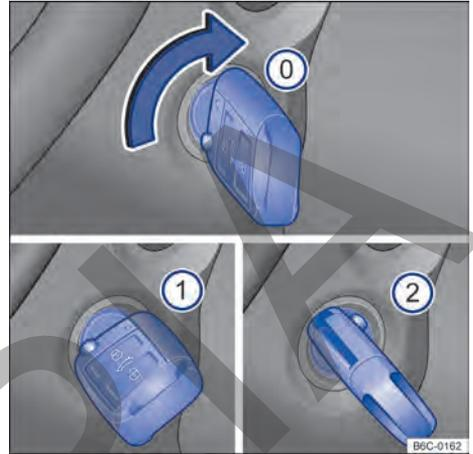

Fig. 85 Al lado del volante de la dirección, a la derecha: posiciones de la llave del vehículo en la cerradura de encendido.
Posiciones de la llave del vehículo → **fig. 85**
- ① Encendido desconectado. La llave del vehículo puede ser retirada.
- ① Encendido conectado.
- ② Pise el pedal del freno (*vehículos con transmisión automática*), o el pedal del embrague (*vehículos con transmisión manual*) y encienda el motor. Cuando el motor arranque, suelte la llave del encendido. Al soltar, la llave del vehículo vuelve a la posición → **fig. 85** ①.
- Girar la llave del vehículo a la posición → fig. 85 . El encendido está conectado.
- Girar la llave del vehículo en el cilindro del encendido hacia la posición → fig. 85  – no acelere. Cuando el motor comience a funcionar, soltar la llave del vehículo en la cerradura de encendido.
- *Vehículos con cerradura de encendido*: girar la llave del vehículo en la cerradura de encendido a la posición → fig. 85 ①.